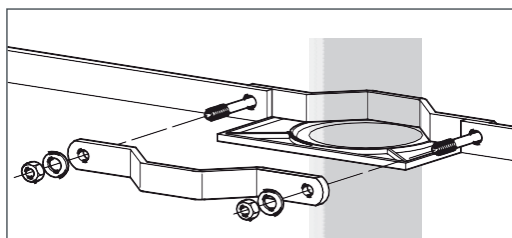

Fig. 6.9
- Fixer le câble haute tension sur la traversée du fond au moyen des fixations par serrage (Fig. 6.9 et 6.10).
- Raccorder les écrans de terre (2) des câbles au conducteur de mise à la terre (3) de la cellule.